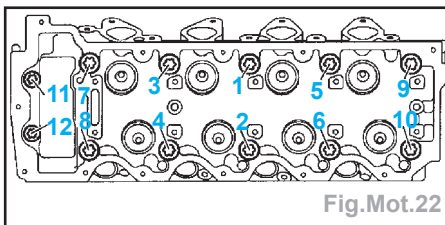

Fig.Mot.22
- Huiler le filetage et la portée des têtes des vis de culasse, les mettre en place et les serrer en 3 passes (Fig.Mot.22) :